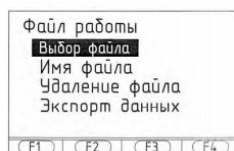

Рисунок 7 - Файл работы
- в) устанавливают курсор на пункте меню «Файл работы», нажимают клавишу [Ввод], переходят к экрану, показанному на рис. 7;
д) устанавливают курсор на нужное имя файла, например «JOB2», нажимают клавишу [Ввод], экран возвращается к состоянию, изображенному на рис. 7;